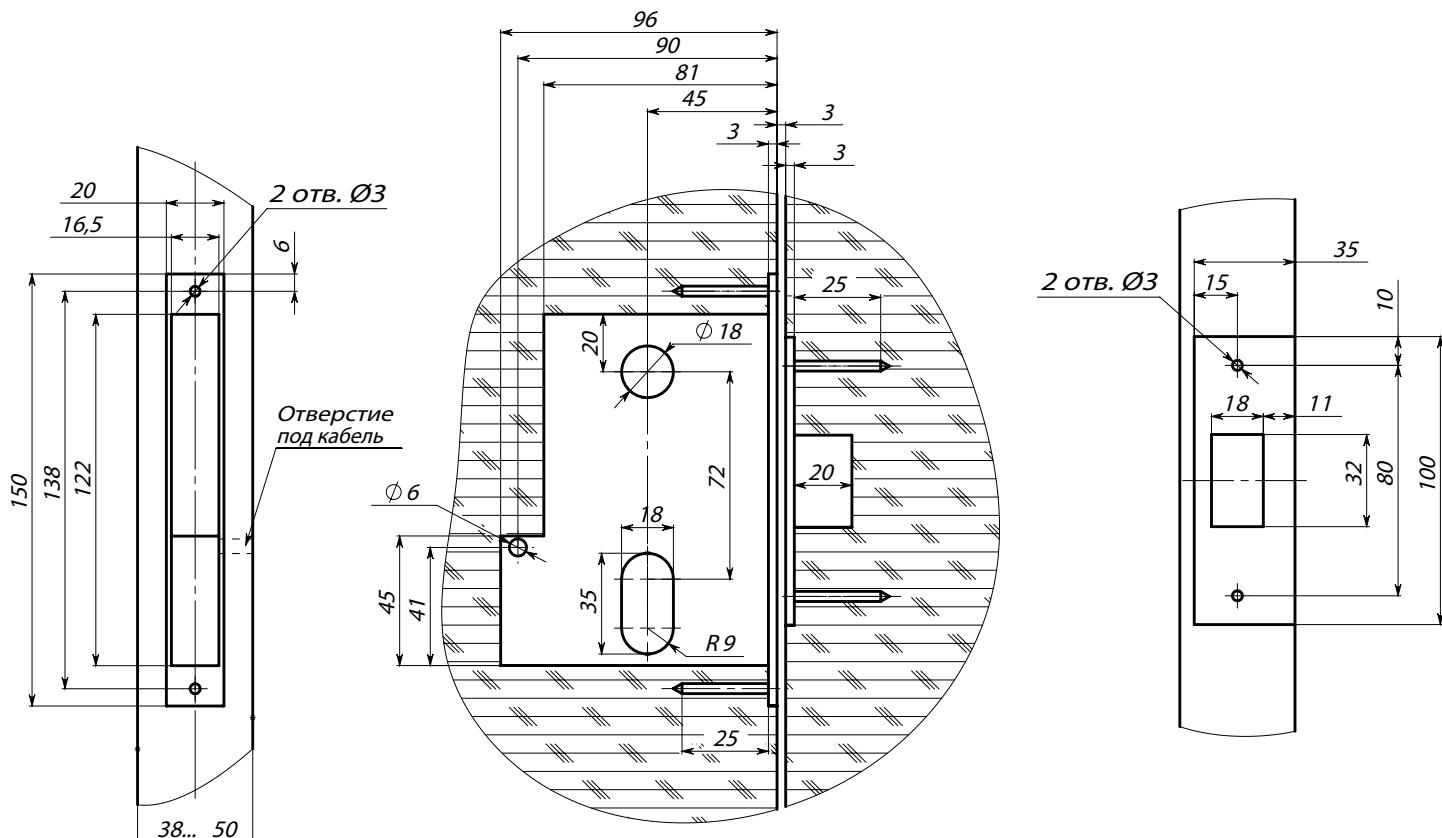

Рис.3 Разметка отверстий под замок
- выполните выборку установочного паза в дверной коробке в соответствии с разметкой по рис.3;
- установите запорную планку 8 в паз дверной коробки, обеспечив зазор 1,5 - 3 мм при закрытой двери между плоскостью планки 8 и накладкой 2. Паз запорной планки (рис.3) должен быть расположен строго симметрично относительно поперечного сечения ригеля замка;